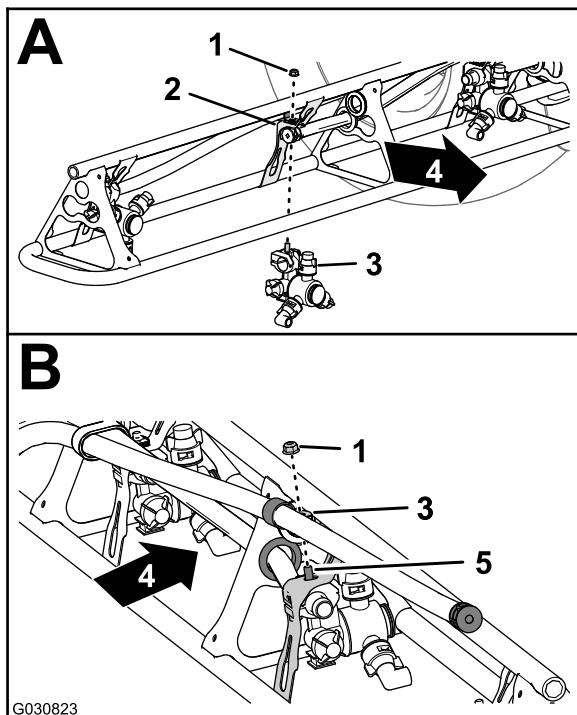

Bild 144
- Montieren Sie an den Düsenpositionen 1 und 4 die Sprühdüse mit der Sicherungsbundmutter (5/16"), die Sie in Schritt 2 in Entfernen der Sprühdüsen von den äußeren Auslegerabschnitten (Seite 64) entfernt haben, an der Düsenbefestigung (A in Bild 144).
entfernt haben, an der Düsenbefestigung (A und B in Bild 144).